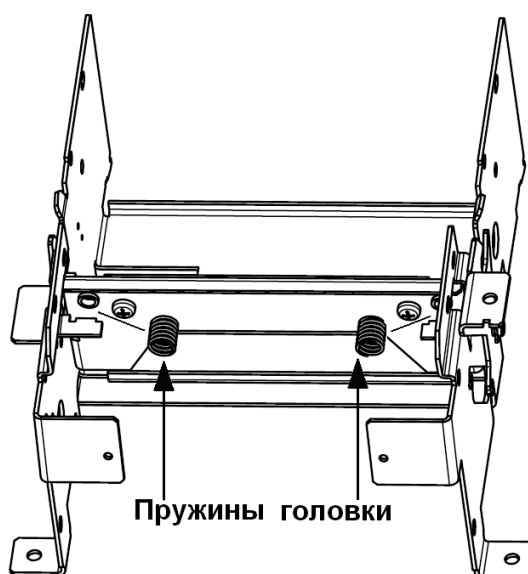

Рис.15 Снятие пружин головки
2. Снимите пружины крепления термоголовки к корпусу принтера (см. Рис. 15).